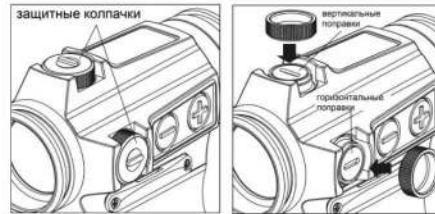

рис.5
1. Сверху прицела находится барабан вертикальных поправок, справа - барабан горизонтальных поправок (см. рис.5). На фабрике прицельная метка устанавливается в среднее положение.
2. Для ввода поправок можно воспользоваться встроенной в защитную крышку отверткой (см. Рис. 5). Обратите внимание на надпись внутри крышки.